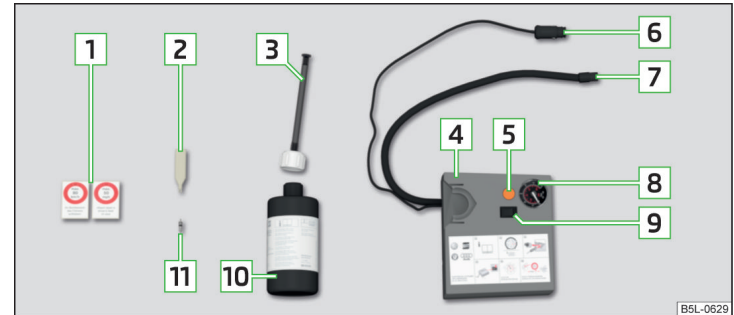

Abb. 349 Pannensetbeschreibung
- › Den Ventileinsatzdreher **2** » **Abb. 349 auf Seite 309** auf den Ventileinsatz stecken, sodass der Ventileinsatz in den Schlitz des Ventileinsatzdrehers passt.
- › Den Reifenfüllschlauch **7** » **Abb. 349 auf Seite 309** fest auf das Reifenventil schrauben.